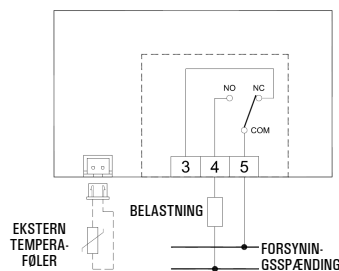

Fig. 7
- 5 Foretag den elektriske tilslutning ifølge tilslutningsdiagrammerne i fig. 7 og 8.
Udgangen, terminalerne 3, 4 og 5, er fri for spændinger og isoleret med dobbeltisolering i forhold til resten af termostaten. Det er derfor muligt at forsyne med en høj spændingsbelastning (230 V ~), som vist i fig. 7 og 8. I dette tilfælde er det nødvendigt at opretholde en adskillelse mellem kablerne til den eksterne sonde og belastningskablerne i overensstemmelse med gældende standarder. Det er især nødvendigt at fastsætte kabelgrupperne med kabelstrips og adskille ledningerne SELV fra de andre for at undgå, at hvis en ledning frakobler sig selv ved et uheld, mindsker dette ikke isoleringen mod SELV.